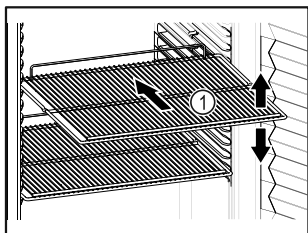

Fig. 48 Przykładowa prezentacja
- ❑ Jeżeli półki Fig. 48 (1) są ruchome, należy je dopasować odpowiednio do wysokości.